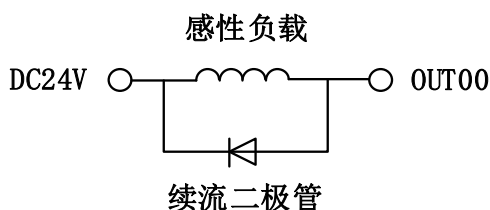

图5.12 感性负载并联续流二极管
- 2、输出口连接继电器、电磁阀等感性负载时，当感性负载突然关断时，会在触点间产生很大的反向电动势，并产生电弧放电，有可能击穿输出晶体管，用户应根据使用情况，必要时在负载上并联续流二极管，延长产品寿命，如图5.12所示。二极管需满足反向电压是负载电压的5~10倍；正向电流大于负载电流。